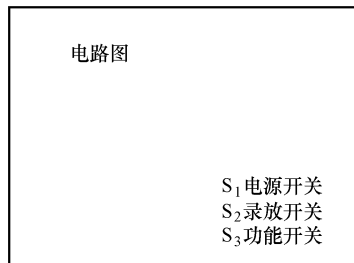

图 3-36 开关功能标注示意图
3) 一些整机电路图中,将各开关件的标注集中在一起,标注在图样的某处,标有开关的功能说明,识图中若对某个开关不了解时可以去查阅这部分说明。如图 3-36 所示是开关功能标注示意图。